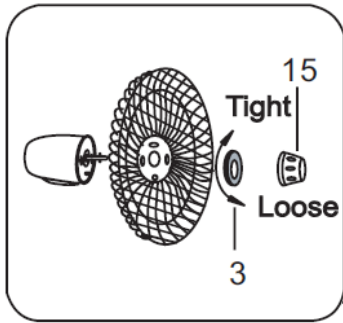

BILD 6
1. Skruva loss fläktbladets låsmutter (15) som finns på det bakre skyddsgallret från motoraxeln genom att vrida muttern motsols.
3. Skruva tillbaka fästmuttern för det bakre skyddsgallret (3) (bild 6).